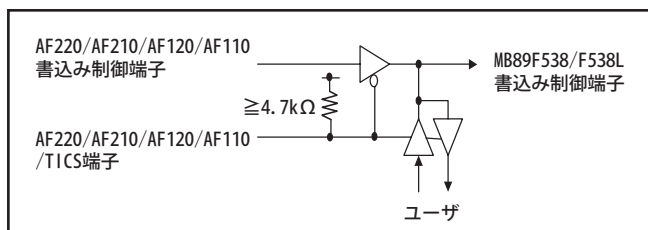

図 23.4-2 端子制御回路
- SI2, SO2, SCK2 端子をユーザシステムでも使用する場合は、図 23.4-2 に示す制御回路が必要です。フラッシュマイコンプログラムの /TICS 信号の "L" 出力により、シリアル書き込み中はユーザ回路を切り離すことができます。